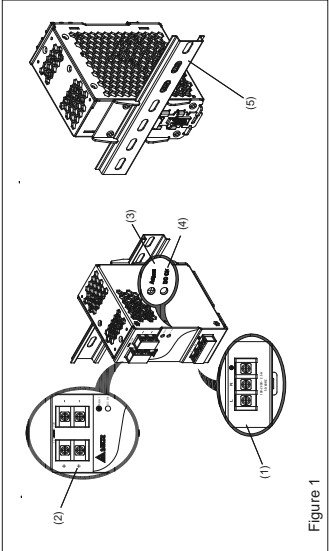
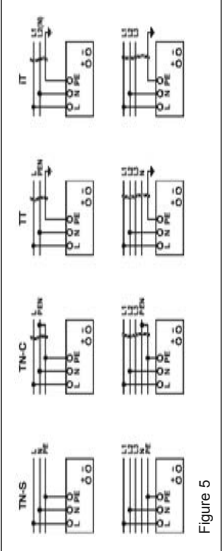

Figure 1
Figure 5
#### 2. Gerätebeschreibung (Abb. 1)
#### 5.1. Anschluss der Eingangsklemmen (Abb. 1, Abb. 5)
#### 5.2. Anschluss der Ausgangsklemmen (Abb. 1 (2))
Verwenden Sie die Schraubklemmen „+“ und „-“, um den 12Vdc-Anschluss herzustellen. Am Ausgang stehen 12Vdc zur Verfügung. Die Ausgangsspannung kann am Potentiometer zwischen 11 und 14Vdc eingestellt werden. Die grüne LED „DC OK“ zeigt die korrekte Funktion des Ausgangs an (Abb. 1 (4)). Das Gerät verfügt über einen Kurzschluss-, Überlast- und Überspannungsschutz, der auf 17,6Vdc begrenzt ist.
#### 5.1. Input connection (Fig. 1, Fig. 5)